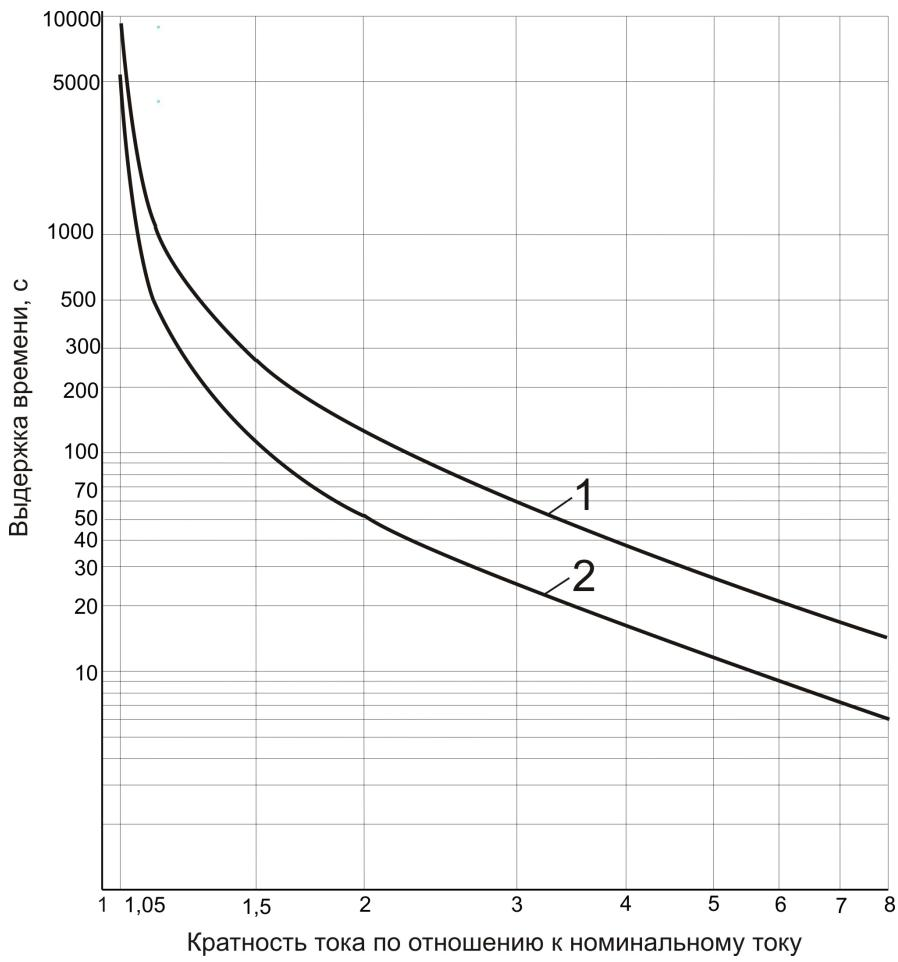

Рис. 2.1 Номинальные время-токовые характеристики реле РЭЗЭ-6М :
- при перегрузке двигателя по току	в соответствии с времяз-токовой характеристикой реле (рис. 2.1);
1. Тепловой параметр А представляет собой уменьшенную в десять раз постоянную времени нагрева двигателя. Он служит для автоматического выбора уставки выдержки времени реле в пределах значений, ограниченных время-токовыми характеристиками 1 и 2 (см. рис. 2.1), в зависимости от теплового состояния двигателя при перегрузке.